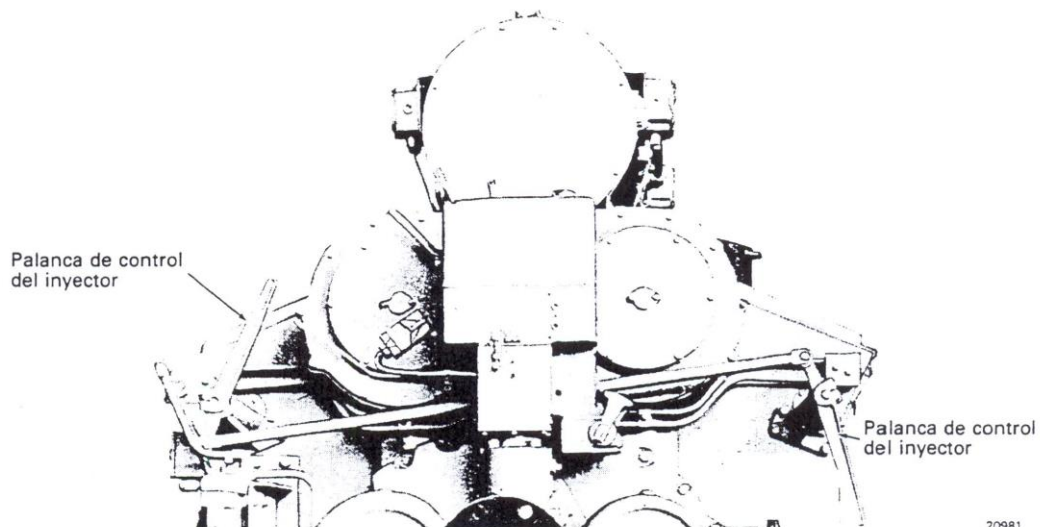

Fig.C-1 – Palanca de control del inyector
2. Coloque la palanca de control de inyector, Fig. C-1, hacia el centro del motor en casi una tercera posición (posición de ralentí).